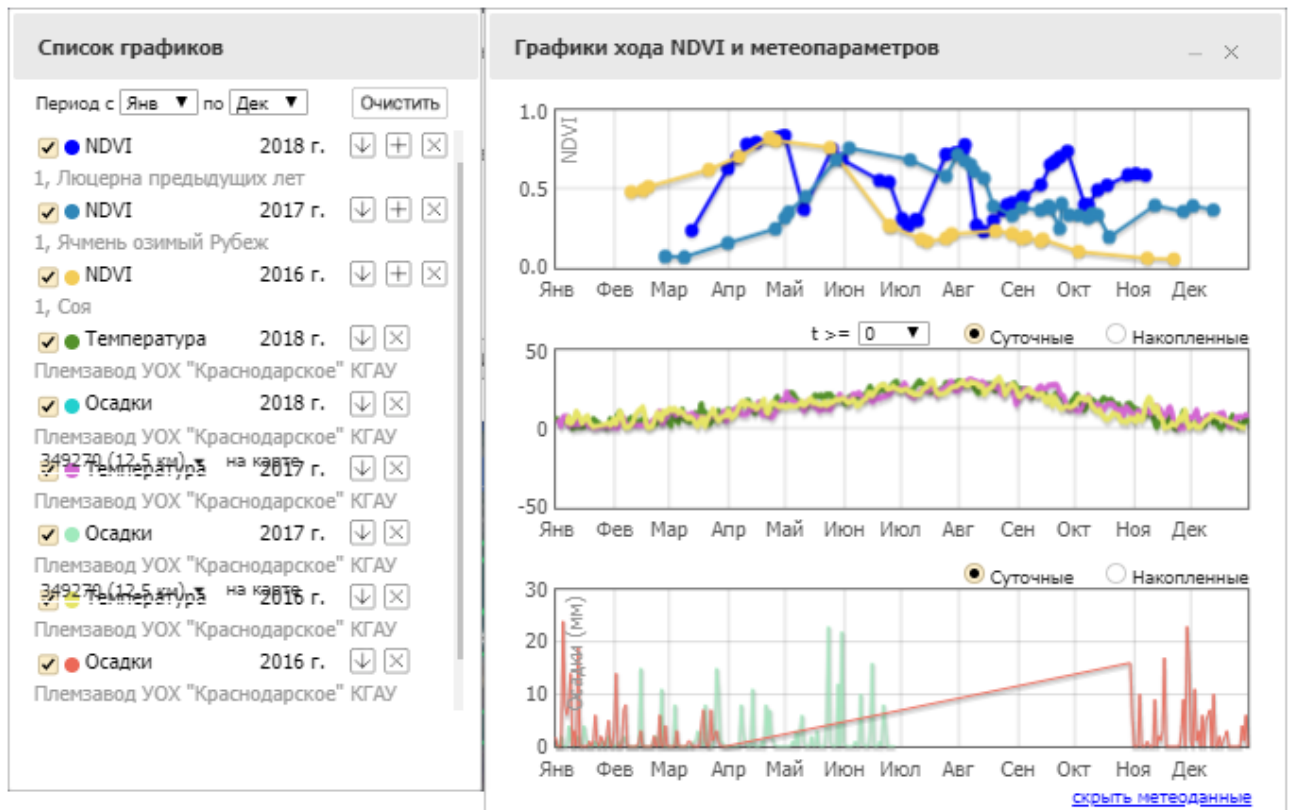

Рисунок 8.10 – Метеоданные
5. Нажмите **показать метео данные** показать метео данные (рисунок 8.10).